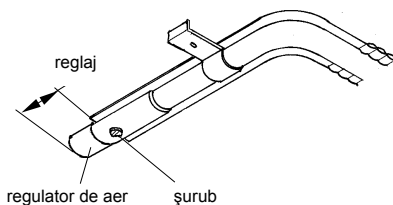

fig.20
- Se slăbește șurubul care fixează regulatorul de aer.(fig.20)